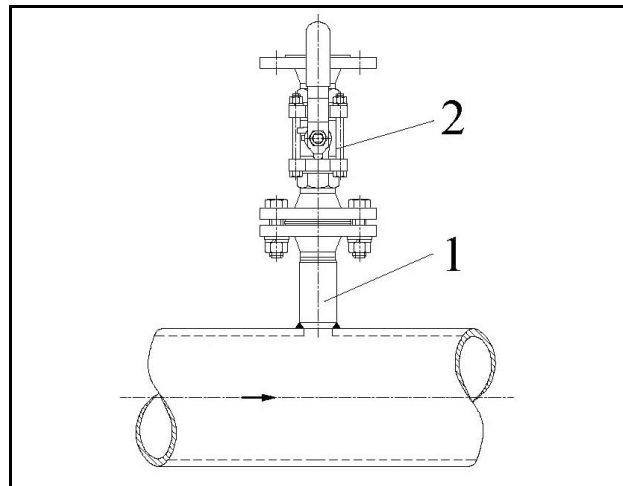

Abb. 23 Montageflansch mit Absperrventil
- 6) Montieren Sie das Flo-Tap-Absperrventil [2] auf dem Montageflansch. Das Ventil muss vollständig geöffnet sein. Kontrollieren Sie, ob sich der Ventilhebel in der in Abb. 23 gezeigten Stellung befindet.
- 14) Überprüfen Sie alle Anschlüsse auf Leckagen, indem Sie das Flo-Tap-Absperrventil [2 / Abb. 23] öffnen.